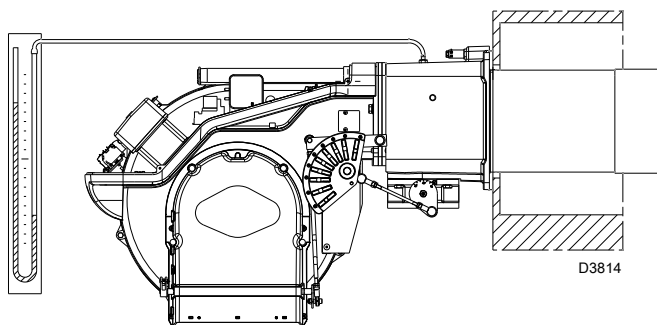

图 27
- 安装一个 U 型压力表或微压表(图 27)，插座的 (+) 端为管路接口的燃气压力，(-) 端在炉膛内。
燃气到达燃烧头处时会显示在 U 型压力表 (第 24 页图 27) 上。
参考数值一般可在 第 21 页表 H 中查到；在压力表上读出燃气压力 (见 第 24 页图 27) 并按所示进行操作。